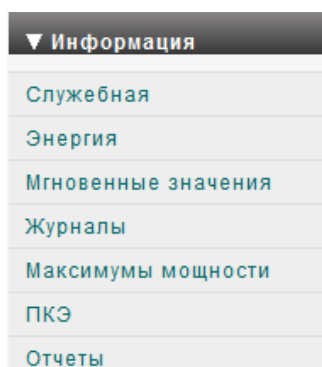

Рисунок 2.4 – Вкладка «Мгновенные значения»
3) Перейдите во вкладку «Информация» -> «Мгновенные значения» (рис. 2.4), нажмите «Прочитать», запишите параметры сети в таблицу 2.1;